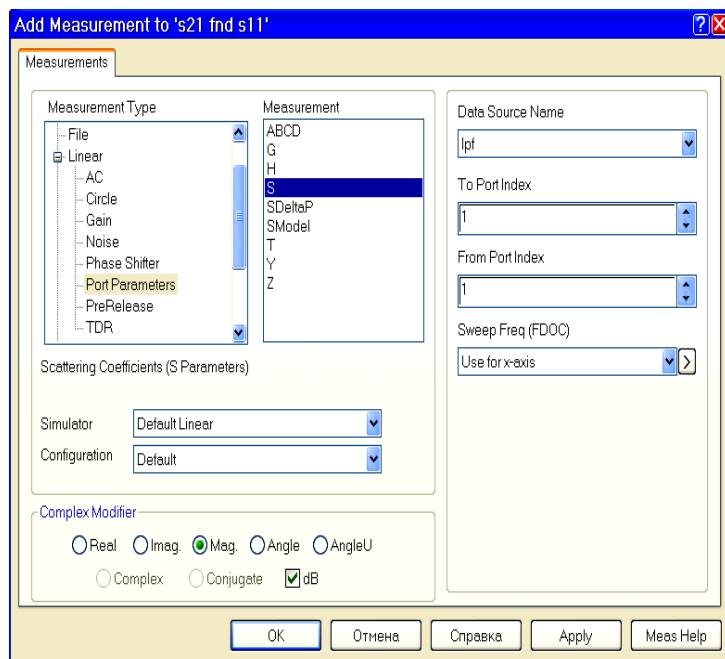

Рис. 3.13
1. Щёлкните правой кнопкой мышки по имени графика **S21 and S11** в окне просмотра проекта и выберите **Add Measurement** (Добавить измеряемую величину) во всплывающем меню. Или щёлкните левой кнопкой мышки по значку **Add Measurement** на панели инструментов. Откроется диалоговое окно **Add Measurement** (см. рис. 3.13).